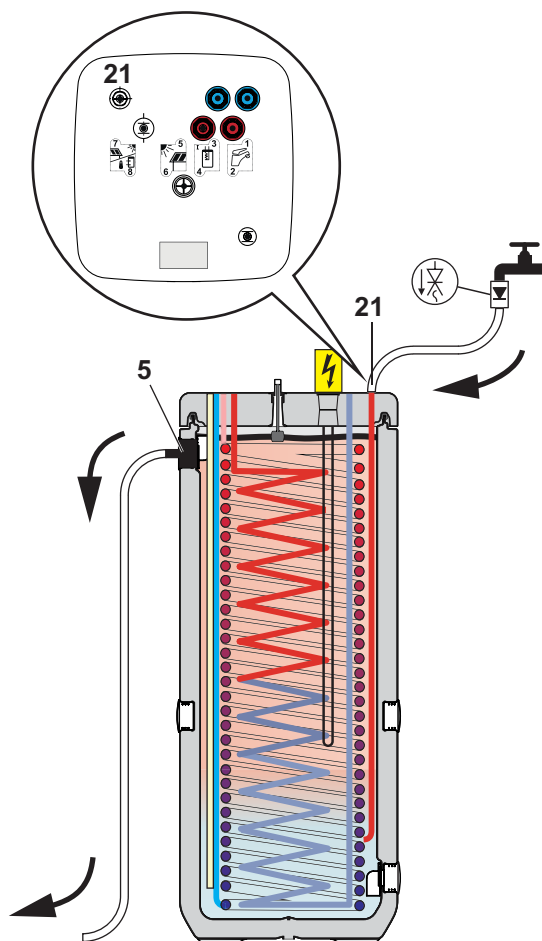

Bild 3-4 Befüllung Pufferspeicher - ohne  $p=0$  Solarsystem und ohne KFE-Befüllanschluss
- Füllschlauch mit Rückflussverhinderer (1/2") an den Anschluss "DrainBack Solar - Vorlauf" (Bild 3-4, Pos.21) anschließen.
- Speicherbehälter des Daikin EKHWP **befüllen bis Wasser am Sicherheitsüberlauf (Bild 3-4, Pos.5) austritt.**